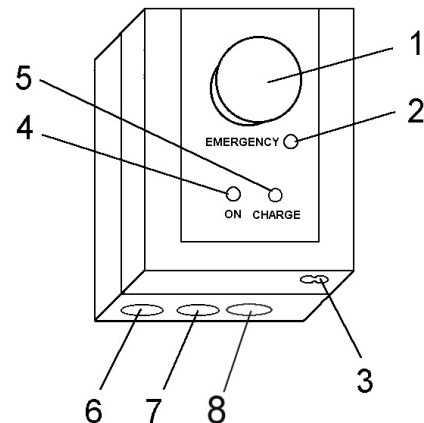

Abb. 3
Die Steuerbox ist am Lifter fest installiert. An ihr befinden sich die NOT-AUS-Taste (**Abb. 3, Pos. 1**), ein elektrischer Notablaß (**EMERGENCY - Abb. 3, Pos.2**), die Ladebuchse (**Abb. 3, Pos. 3**) und die Ladekontrollleuchten (**ON und CHARGE - Abb. 3, Pos. 4 und 5**). An der Steuerbox befinden sich ferner die Anschlußbuchsen für die Handtastatur (**Abb. 3, Pos. 6**), den Hubmotor des Schwenkarms (**Abb. 3, Pos. 7**) und eine optionale Zusatzfunktion (**Abb. 3, Pos. 8**).
- Bei Gefahr die NOT-AUS-Taste drücken (**Abb. 3, Pos. 1**). Der Motor hält sofort an, die Hebe- oder Senkbewegung wird gestoppt.
- Knopf EMERGENCY (Abb. 3, Pos. 2) mit einem schmalen Gegenstand (Kugelschreiber) drücken. Der Motor fährt nach unten (z.B. wenn Handtastatur beschädigt).
- Netzkabel mit der Ladebuchse unter der Controlbox verbinden (Abb. 3, Pos. 2).
- Die Ladespannung des Ladegeräts beträgt ca. 27,5 V(DC) und der Ladestrom beträgt ca. 20 mA.